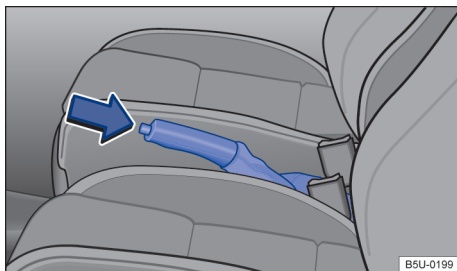

Fig. 89 Entre os bancos dianteiros: alavanca do freio de estacionamento.
- Puxar a alavanca do freio de estacionamento para cima com o botão bloqueador pressionado → Fig. 89 (seta).
- O freio de estacionamento está puxado quando, com a ignição ligada, a luz de controle (D) no instrumento combinado está acesa → Página 104.
- Puxar a alavanca do freio de estacionamento um pouco para cima e pressionar o botão bloqueador → Fig. 89 (seta).